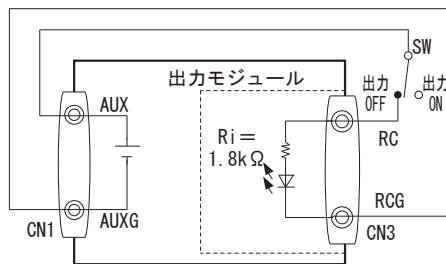

図3.5 リモートコントロール接続例
- リモートコントロールの接続例を図3.5に示します。
- ①リモコンRC端子に電圧 (4.5~12.5V) を印加することで、出力が停止します。
- ②リモートコントロールで出力をオフしても、内蔵したファンは停止しません。
- ③リモートコントロールで出力をオフした場合、LVアラームが出力されます。
- ④本機能は各出力モジュール単位で動作します。